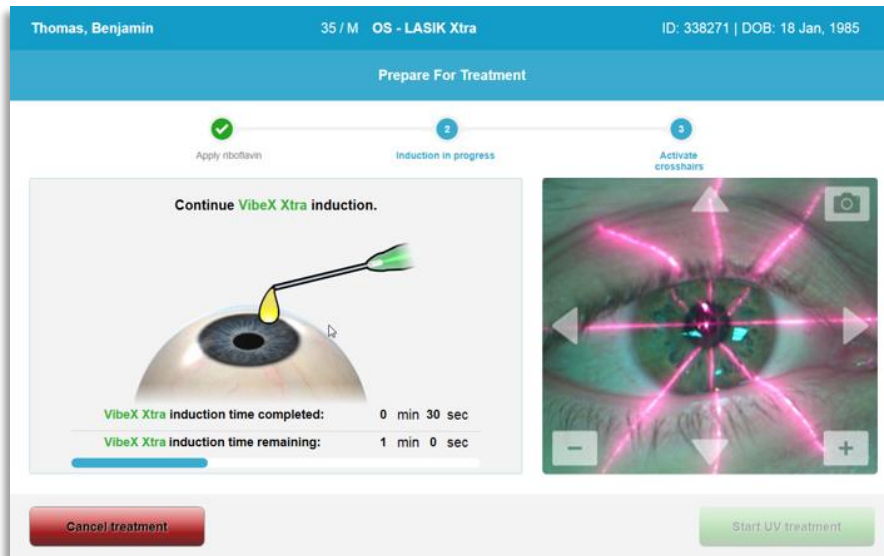

Figura 3-22. Alinhamento das miras durante a indução
- Os lasers de alinhamento vermelhos ligar-se-ão 30 segundos antes do final do período de indução como mostrado na figura 3-22.